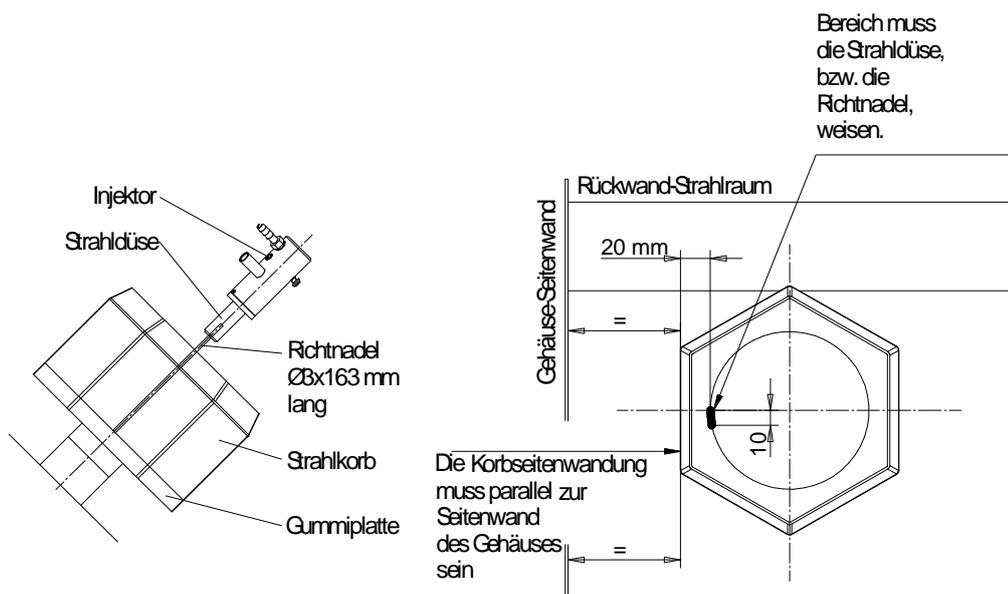

Abb. 6: Einstellung der Strahldüse
Hinweis Bei erneutem Einbau des Injektors (20) für automatisches Abstrahlen unbedingt den Injektor samt Strahldüse mittels der Richtnadel (75) ausrichten. Die Richtungskorrektur der Düse wird an den zwei Schrauben (15) vorgenommen. Siehe Abb. 2 Seite 5 und Abb. 6 Seite 10.